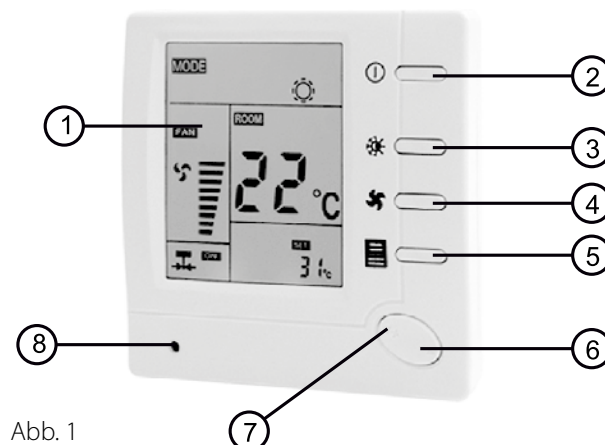
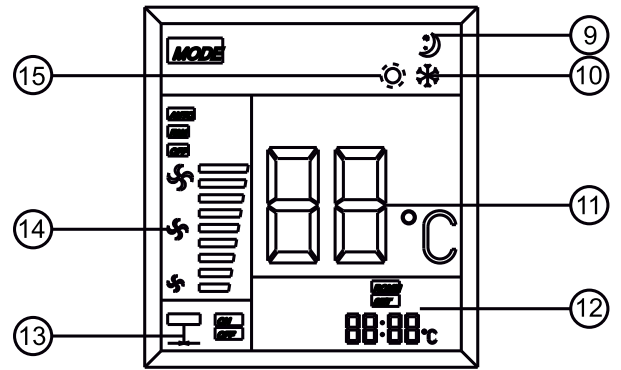

Abb. 1
Abb. 2
Display (Abb.2):
Schalten Sie den Temperaturregler durch Drücken der Power-Taste (2) ein. Drücken Sie die Taste der Auswahl der Lüftungsstufe. Auf dem Display erscheint eines der Zeichen (14 in Abb. 2) oder AUTO. Dies bedeutet, dass sich der Ventilator mit der Lüftungsstufe HI (hoch), MED (mittel) und LOW (niedrig) oder AUTO (automatische Betriebsart) dreht. Wenn AUTO-Betriebsart ausgewählt ist, ändert sich die Lüftungsstufe in Abhängigkeit von der Differenz zwischen der tatsächlichen Raumtemperatur und der eingestellten Temperatur. Wenn die Raumtemperatur beim Abkühlen mehr als 3 Grad über der eingestellten Temperatur oder beim Heizen mehr als 3 Grad unter der eingestellten Temperatur liegt, läuft der Ventilator in der höchsten Lüftungsstufe. Wenn die Raumtemperatur während des Abkühlens um 2-3 Grad höher als die eingestellte Temperatur und während des Heizens um 2-3 Grad niedriger als die eingestellte Temperatur ist, läuft der Ventilator in der mittleren Lüftungsstufe. Wenn die Raumtemperatur während des Abkühlens um 0-1 Grad höher als die eingestellte Temperatur und während des Heizens um 0-2 Grad niedriger als die eingestellte Temperatur ist, läuft der Ventilator in der niedrigen Lüftungsstufe.
Wählen Sie mit der Betriebsauswahl taste den Heizbetrieb (15 in Abb. 2). Drücken Sie "+", um den Wert der eingestellten Temperatur zu erhöhen. Wenn die Raumtemperatur niedriger als die eingestellte Temperatur ist, aktiviert sich das Heizungssystem. Drücken Sie "-", um den Wert der eingestellten Temperatur zu verringern. Wenn die Raumtemperatur als die eingestellte Temperatur ist, stoppt sich das Heizungssystem.
Wählen Sie mit der Betriebsauswahl taste den Kühlbetrieb (10 in Abb. 2). Drücken Sie "-", um den Wert der eingestellten Temperatur zu verringern. Wenn die Raumtemperatur höher als die eingestellte Temperatur ist, aktiviert sich das Kühlsystem. Drücken Sie "+", um den Wert der eingestellten Temperatur zu erhöhen. Wenn die Raumtemperatur niedriger als die eingestellte Temperatur ist, stoppt sich das Kühlsystem.
Drücken Sie die Auswahl taste für den Nachtbetrieb (5 in Abb. 1). Das Symbol für den Nachtbetrieb (9 in Abb. 2) wird angezeigt. Dieser Betrieb wird während 8 Stunden aktiv und der Temperaturregler wird das Heizen oder Kühlen gemäß dem Schema (siehe unten) kontrollieren. Drücken Sie die Nachtbetrieb taste erneut. Das entsprechende Symbol verschwindet. Dies bedeutet, dass der Nachsbetrieb abgebrochen wird.
Durch Einstellen der Steuerbetriebsarten können Sie bestimmte Parameter des Temperaturreglers für den automatischen Betrieb entsprechend Ihren Anforderungen einstellen. Schalten Sie den Temperaturregler aus, drücken Sie die Power-Taste und halten Sie dann die Auswahl-taste für den Nachtbetrieb (5, Abb. 1) mindestens 4 Sekunden lang gedrückt, bis sich das Display einschaltet. Dies bedeutet, dass Sie den erste Menüpunkt der Einstellung der Steuerungsbetriebsarten eingegangen sind. Es gibt 4 solche Menüpunkte, die auf dem Bildschirm angezeigt werden. Die Auswahl des entsprechenden Menüpunktes erfolgt durch Drücken der Taste (5). Drücken Sie an jedem Punkt die Taste "+" oder "-", um die Einstellungen zu ändern. Um das Menü zu verlassen und zum normalen Betrieb zurückzukehren, schalten Sie den Temperaturregler durch Drücken der Power-Taste aus und schalten Sie ihn wieder ein.